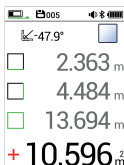

Fig. 5 : Deuxième surface mesurée
Étape 3 : Mesurez la deuxième surface (voir Fig. 5)